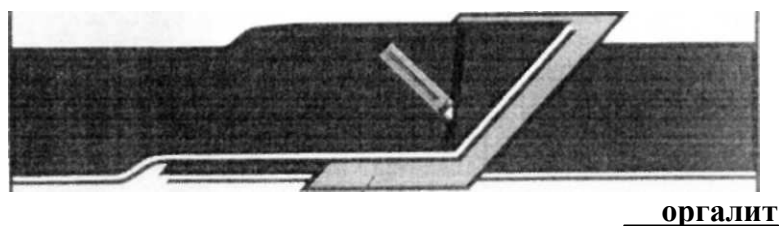

Рисунок 11 – Разделка ленты
- Отрезать край верхней ленты (Рисунок 11).